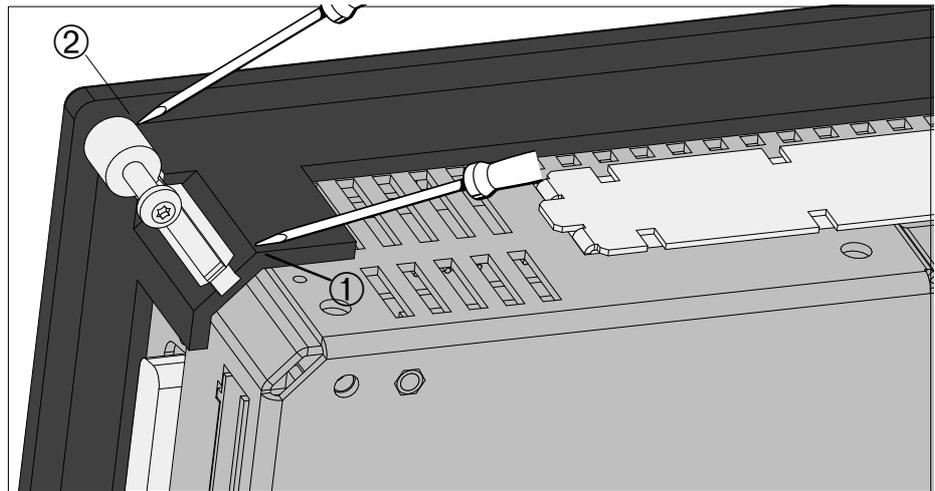

Figura 2-6 Svitare il supporto di fissaggio
2.	Sollevare il supporto di fissaggio (① nella figura 2-6).
3.	Estrarre il supporto di fissaggio dal supporto (② nella figura 2-6).